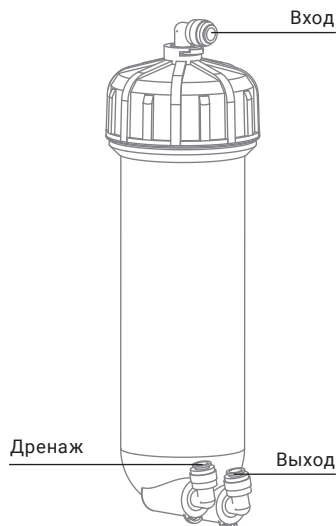

Рис. 17
7. Подключите трубки к корпусу мембраны (см. раздел «Присоединение трубок» (стр. 8)), соблюдая последовательность их подключения к корпусу (вход/выход/дренаж) (рис. 17). Каждую стопорную клипсу зафиксируйте на цанге, с которой она была снята.